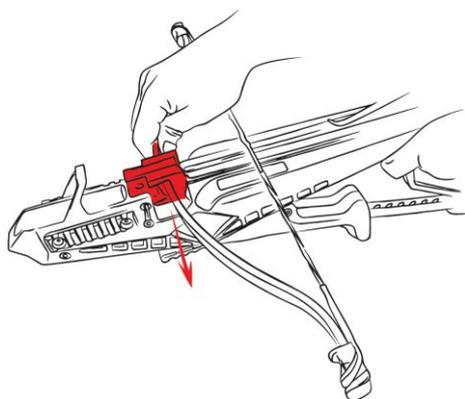
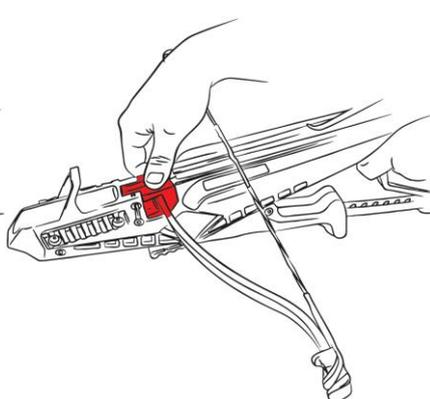

Рис.3
Рис.4
2. Вставьте плечи в разъем для крепления плеч (Рис.3) и аккуратно и плотно прижмите (Рис.4).